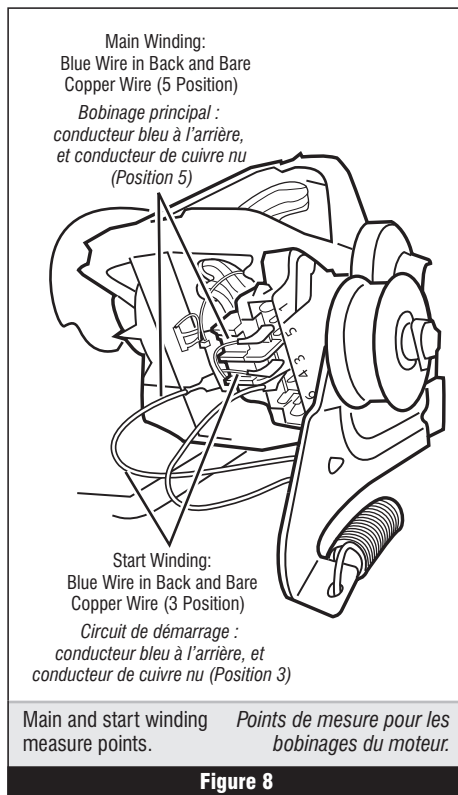

Figure 8
6. Using figure 8, page 8, check for the resistance values of the motor's Main and Start winding coils as shown in the following table.
6. Consulter la figure 8, page 8 – mesurer les valeurs de résistance des bobinages du moteur (bobinage principal et bobinage de démarrage). Voir le tableau suivant.